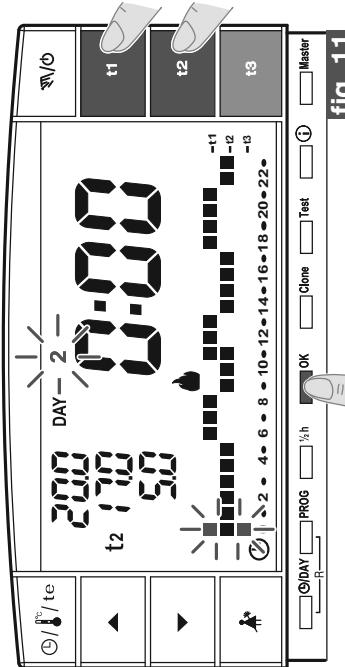

fig. 11
- Terminata la programmazione delle temperature per il giorno di **Lunedì**, riprogrammare in caso di errore, (è possibile utilizzare i tasti **◀** **▶** per spostarsi velocemente sull'ora da riprogrammare sulla scala termica: l'ora corrispondente viene visualizzata sul display) oppure premere il tasto **OK** per confermare il programma impostato. La conferma (**OK**) fisserà in memoria il programma impostato (per Lunedì) e sul display apparirà lampeggiante il giorno di Martedì (2) e lampeggianti i digit in corrispondenza dell'ora **0:00**, sovrapposti alla scala termica programmata per il giorno precedente (fig. 11).
- Se si desidera la stessa scala termica di Lunedì, premere il tasto **OK** (es. fig. 11); verrà inserita la stessa scala anche per **Martedì** e lampeggerà il giorno **3** di **Mercoledì** e i digit in corrispondenza dell'ora **0:00**.